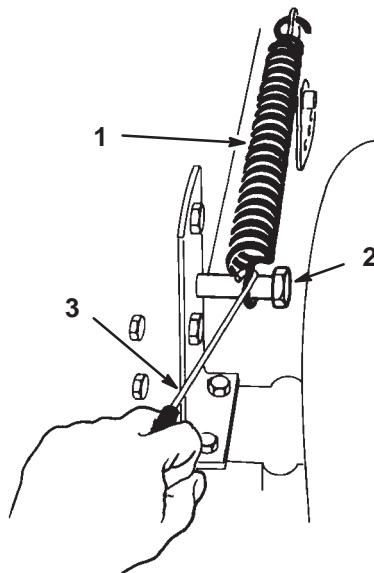

Figure 10
- 16.** Accrochez le ressort compensateur entre la patte de levage droite du plateau de coupe et le boulon de retenue (Fig. 10).